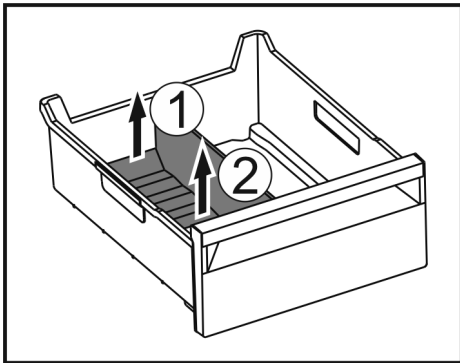

Fig. 115
- ▶ Hinteren Teil des Eisfach-Trenners anheben. Fig. 115 (1)
- ▶ Eisfach-Trenner nach oben entnehmen. Fig. 115 (2)